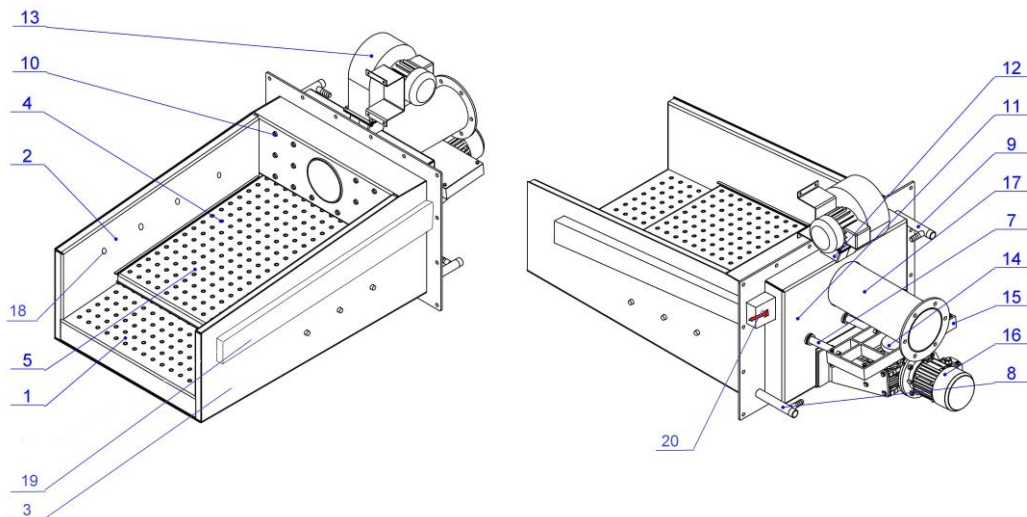

Рис. 1 Будова пальника
4.1. Пальник виконаний у вигляді "совка" (рис. 1), який встановлюється на днище топки котла.